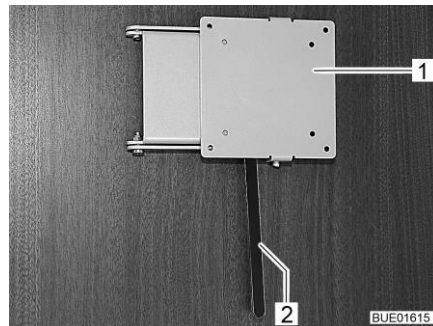

Bild 91 Hållare med låsspak
- Tryck låsspaken (Bild 91,2) åt sidan och sväng fästet (Bild 91,1) med den platta bildskärmen till önskat läge.
- Vrid tillbaka den platta bildskärmen tills fästet (Bild 91,1) hakar fast i låset.